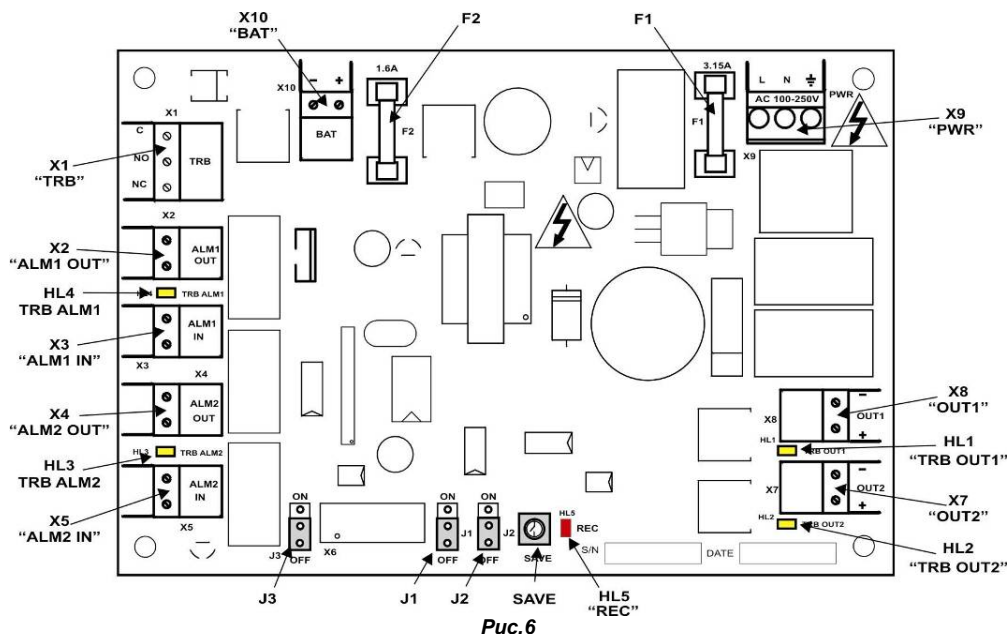

Рис.6
- 7) Подключите все необходимые электропроводки к винтовым контактам прибора (см. Рис.6).